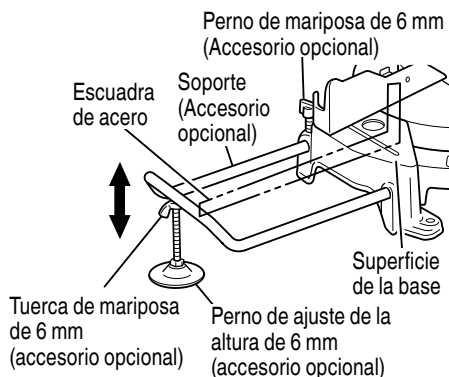

Fig. 18
- (1) Como se indica en la Fig. 18, utilice una escuadra de acero para alinear el borde superior de los soportes con la superficie de la base.